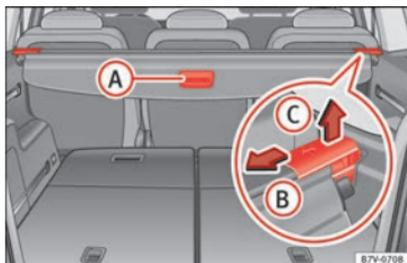

Fig. 163 Dans le coffre à bagages : plage arrière du coffre à bagages.
- Tirez légèrement la poignée vers l'arrière sur la plage arrière » » **fig. 163** Ⓐ.
- Déverrouillez la plage arrière dans le sens de la flèche » fig. 163 (B).
- Appuyez sur la plage arrière dans le sens de la flèche » fig. 163 (B).
- Déverrouillez la plage arrière dans le sens de la flèche » fig. 163 (B), puis soulevez-la dans le sens de la flèche (C).